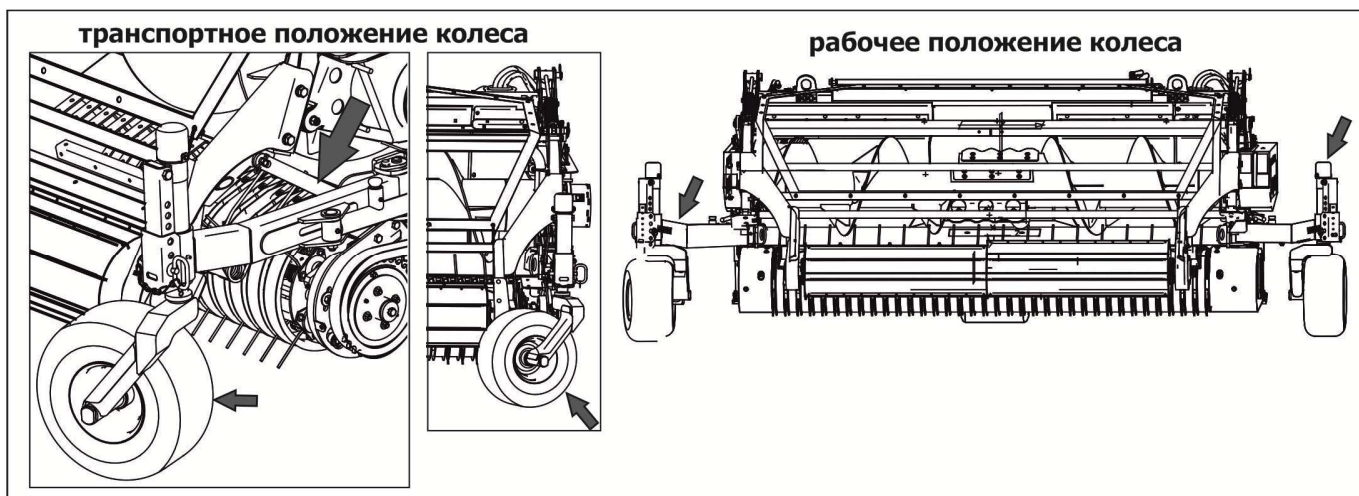

Рисунок 6.2
1. Перевести флюгерные колеса в рабочее положение (рисунок 6.2);